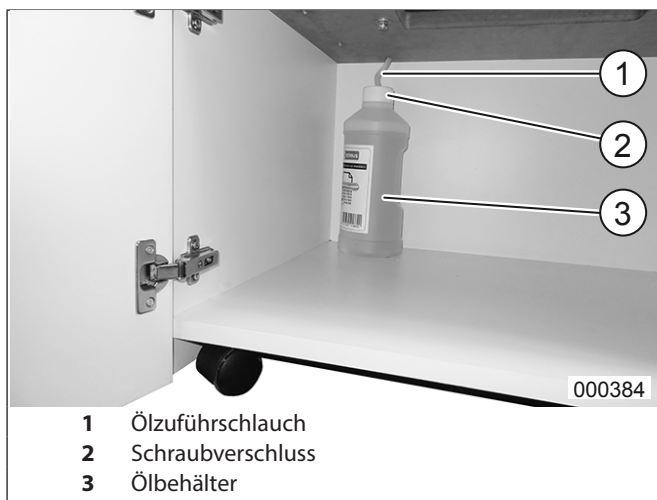

Abb. 10 Ölbehälter
Blinkt die Kontroll-Anzeige  (Abb. 5/7), ist der Ölbehälter (Abb. 10/3) leer und muss durch einen vollen Behälter ersetzt werden. Der Motor schaltet ab.
3. Ölbehälter (Abb. 10/3) wechseln. Dazu den Schraubverschluss (Abb. 10/2) aufdrehen.